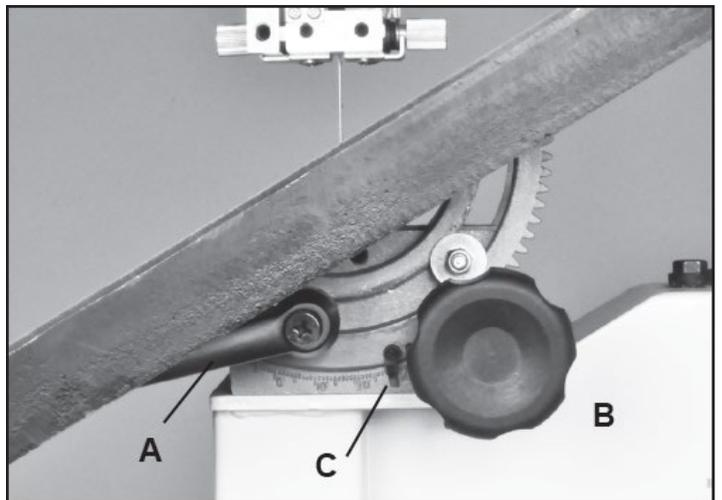

Figura 11
1. En la parte trasera de la sierra, afloje el mango de bloqueo (# 27B) en el muñón mesa girándola en sentido contrario a las agujas del reloj. La figura 11, A.